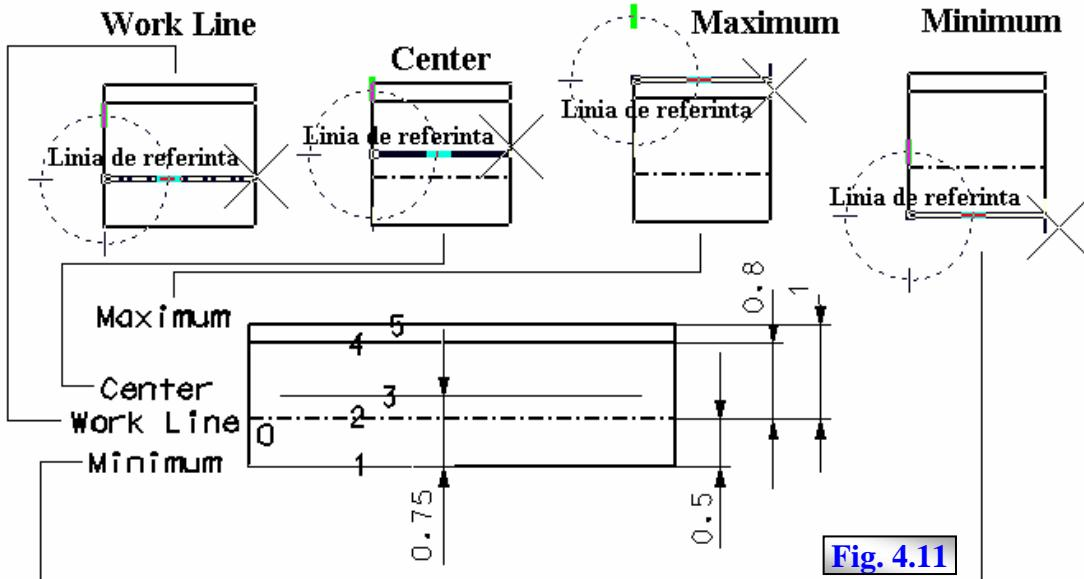
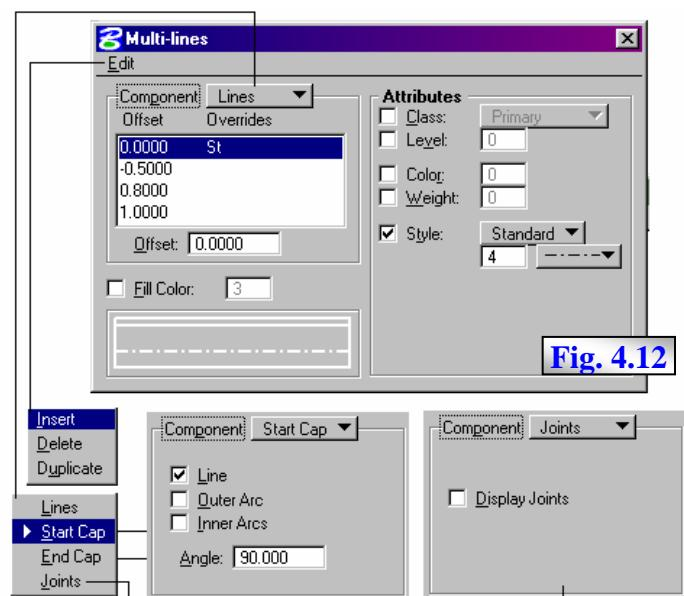

Fig. 4.11
Fig. 4.12
- **Work line** – linia de referință corespunzătoare distanței 0 în raport cu care sunt definite distanțele de paralelism ale liniilor, vezi linia 2, fig. 4.11;
- **Center** – linia de referință corespunzătoare semidistanței dintre liniile extreme ale multi-liniei, vezi linia 3, fig. 4.11; în figură linia 3 nu este o linie fizică a multi-liniei, ci este numai un marcat grafic al liniei mediane;
- **Maximum** - linia de referință corespunzătoare distanței maxime de paralelism dintre liniile multi-liniei, calculată în raport cu distanța 0, vezi linia 5, fig. 4.11;
- **Minimum** - linia de referință corespunzătoare distanței minime de paralelism dintre liniile multi-liniei, calculată în raport cu distanța 0, vezi linia 1, fig. 4.11;
Componentele multi-liniei se definesc și modifică prin fereastra **Multi-lines**, fig. 4.12, activată din meniul MS în succesiunea **Element**→**Multi-lines**. Valorile controalelor corespund *multi-liniei active*, iar componentele sunt afișate grafic în zona din stânga jos a ferestrei. Valorile din fig. 4.12 corespund multi-liniei din fig. 4.11.
Opțiunea de meniu **Joints** a listei **Component** permite activarea/dezactivarea afișării liniilor de legătură între mai multi-linii trasate succesiv, prin intermediul controlului **Display Joints**, respectiv specificarea atrbutelor sale în zona **Attributes**, fig. 4.12. Modificarea acestui control este evidențiată în colțul din stânga jos a ferestrei **Multi-Lines**. Succesiunea de multi-linii din fig. 4.14 s-a trasat cu opțiunile: **Start Cap - Line** și **Outer Arc** activate, pentru **End Cap** numai opțiunea **Line** activată, pentru ambele câmpul **Angle** fiind definit cu valoarea 90, iar controlul **Display Joints**, activat pentru multi-linia (a) respectiv dezactivat pentru multi-linia (b).
Comanda **Place Multi-line**, fereastra **Multi-lines**, fig. 4.12 precum și unele comenzi din trusa **Multi-Line joints** lucrează cu conceptul de *multi-linie activă*, definită ca fiind multi-linia activată pentru operare prin butonul **Load** din lista de multi-linii oferită de fereastra **Select Multi-line Style**, fig. 4.20 (b), activată prin opțiunea **Styles→ Multi-Line** a meniului asociat ferestrei **Select Settings**, fig. 4.20 (a), fereastră activată din meniul principal MS în succesiunea **Settings→ Manage**. Caracteristicile multi-liniei active sunt încărcate în controalele ferestrei **Multi-lines**, fig. 4.12., unde pot fi modificate conform modului de operare descris anterior.
- se modifică valorile controalelor pentru definirea stilului dorit, prin fereastra **Multi-lines**, (fig. 4.12) activată din meniul MS în succesiunea **Element→ Multi-lines**;
- creearea stilului prin butonul **Get Active**, care va prelua valorile stilului din cele definite prin fereastra **Multi-lines**, (fig. 4.12) și va genera totodată și textul **Mline** urmat de un număr de ordine, în câmpurile **Name** și **Description**;